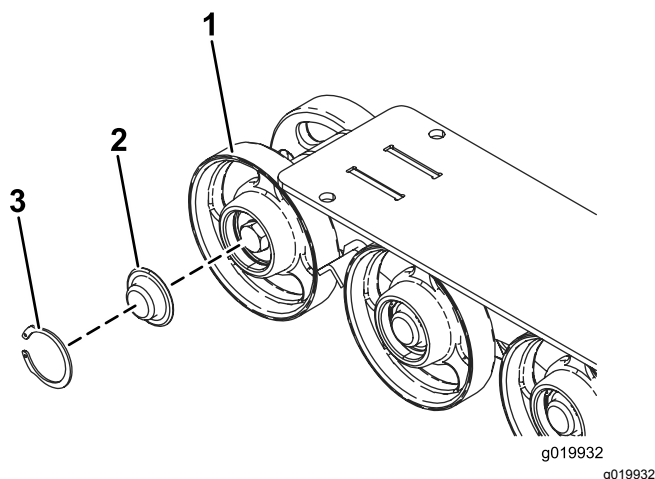

Figura 51
5. Retire la anilla a presión y el tapón de una de las ruedas de rodaje (Figura 51).
6. Compruebe la grasa que hay debajo del tapón y alrededor de la junta (Figura 51). Si está sucia, tiene arenilla o queda poca grasa, elimine toda la grasa, cambie la junta y añada grasa nueva.
8. Coloque el tapón engrasado sobre la cabeza del perno (Figura 51).
9. Sujete el tapón de la rueda de rodaje con la anilla a presión (Figura 51).